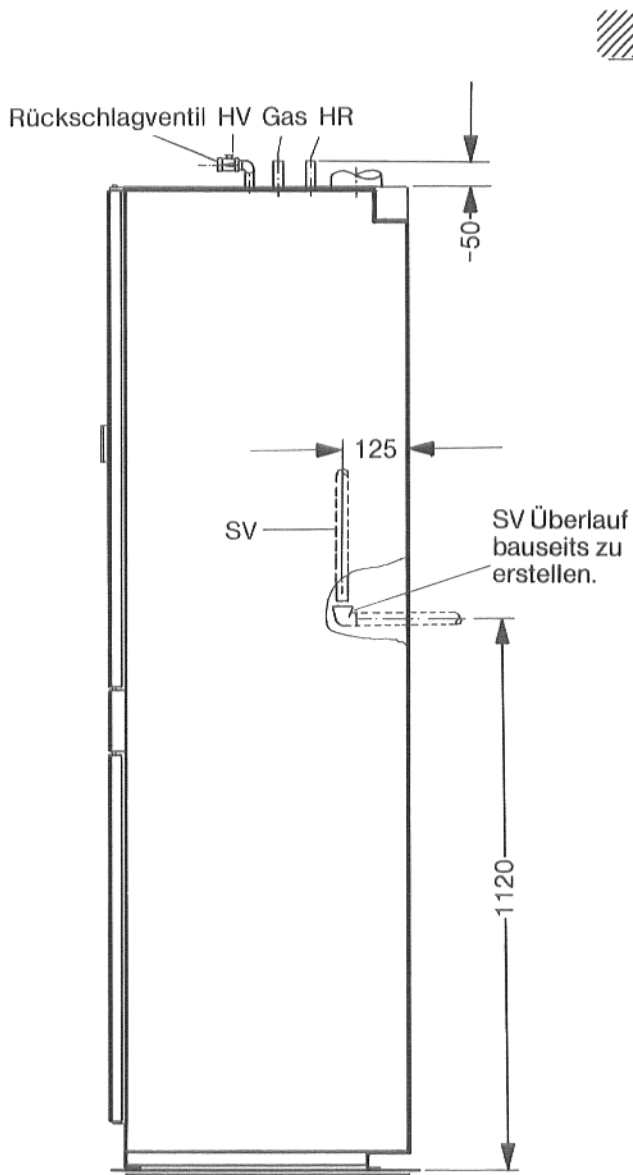

Abb. 2
- SV-Ablaufleitung den baulichen Gegebenheiten entsprechend verlegen (siehe Abb. 2 und 4). DIN 4751, Blatt 2 ist zu beachten.